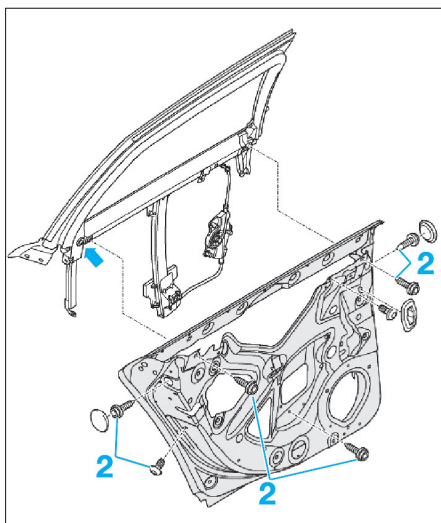

Fig. 53
- Déposer les fixations (2) (Fig.53).